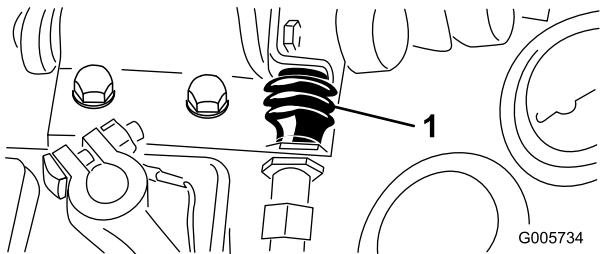

Figura 73
- Retire la cubierta de goma del extremo del botón del interruptor de la toma de fuerza (Figura 73). Guarde la cubierta de goma para instalarla posteriormente. Separe los conectores del cable del interruptor.